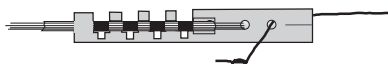

Figure 32. Poser une suture sur le mandrin court.
9. Poser une suture suffisamment rigide sur le mandrin court et la faire passer dans le trou prévu à cet effet, en prévoyant une longueur de fil suffisante pour passer dans le tube-guide (Figure 32).